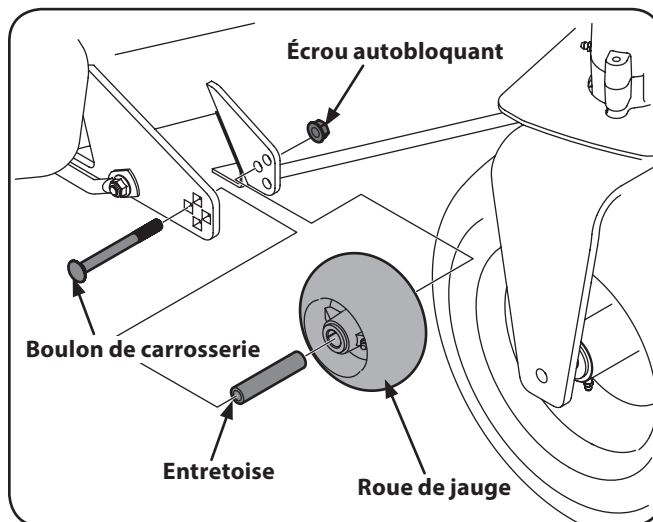

Figure 6-3
2. Retirez l'écrou autobloquant et le boulon de carrosserie qui fixent la roue avant et l'entretoise au plateau de coupe. Retirez la roue et le boulon de carrosserie. Voir Figure 6-3.